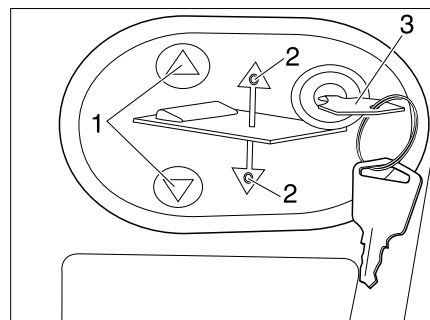

Fig. 169 Pannello di comando del letto basculante elettrico
- Inserire la chiave (Fig. 169,3) nel pannello di comando (Fig. 169,2).
- Premere e tenere premuto il tasto  o  (Fig. 169,1). Il rispettivo LED (Fig. 169,2) si accende ed il letto basculante si abbassa o si solleva.
- Al raggiungimento della posizione desiderata rilasciare il tasto  o  (Fig. 169,1). Il rispettivo LED (Fig. 169,2) si spegne.
- Estrarre la chiave (Fig. 169,3).